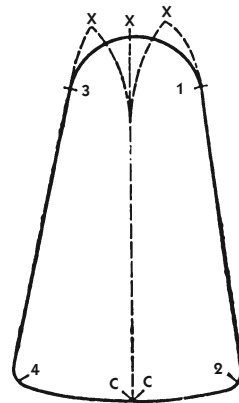

Рис. 757
2. Переведите, располагая рядом, обе части, ограниченные засечками СХ12 и СХ34 (рис. 757).
3. Засечки 1 и 3 соедините изогнутой линией, имеющей длину рельефа между засечками Х и 3 плюс 10% на посадку, которая должна быть на настоящем рукаве (рис. 757).